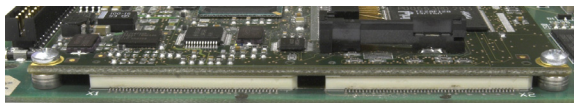

Figura 3-56: Conectores de la tarjeta ETX totalmente asentados
2. Retire los otros dos tornillos que aseguran la tarjeta ETX en su sitio, mostrados en la Figura 3-56.
3. Teniendo cuidado para evitar descarga estática, levante la tarjeta ETX de sus conectores, comenzando por el extremo de la tarjeta CF indicado en la Figura 3-56.